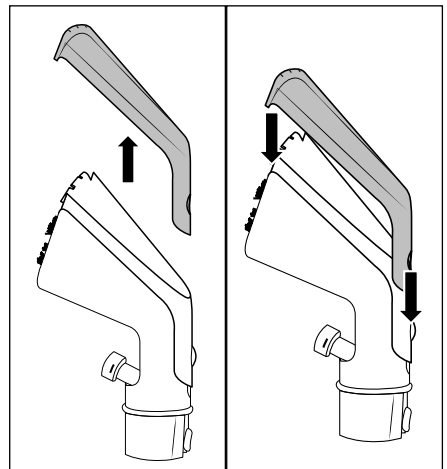

Fig. 9
- ◆ Pulse el botón de bloqueo **24** de la cubierta del cabezal de limpieza **23** de la boquilla para tapicería **22** y retire la cubierta del cabezal de limpieza **23** (consulte la fig. 9).
- ◆ Coloque la cubierta del cabezal de limpieza 23 en la boquilla para tapicería 22 y desplácela hacia abajo hasta que el botón de bloqueo 24 encastre en la boquilla para tapicería 22 (consulte la fig. 9).